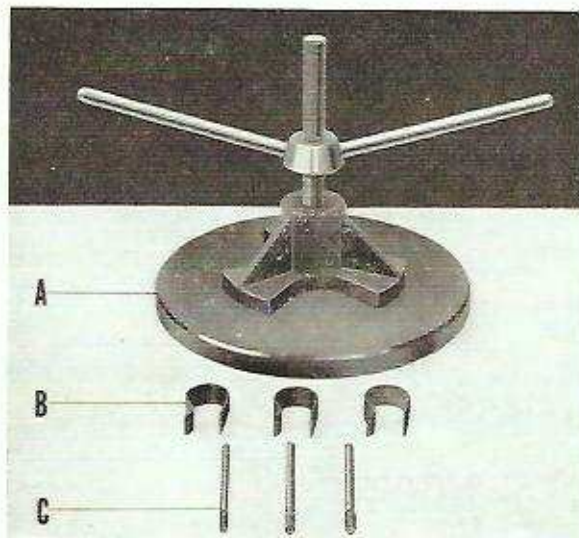

Fig. 1
- Comprimer à l'aide de l'écrou à broche (Fig. 1) et repérer la position des pièces en vue du remontage.